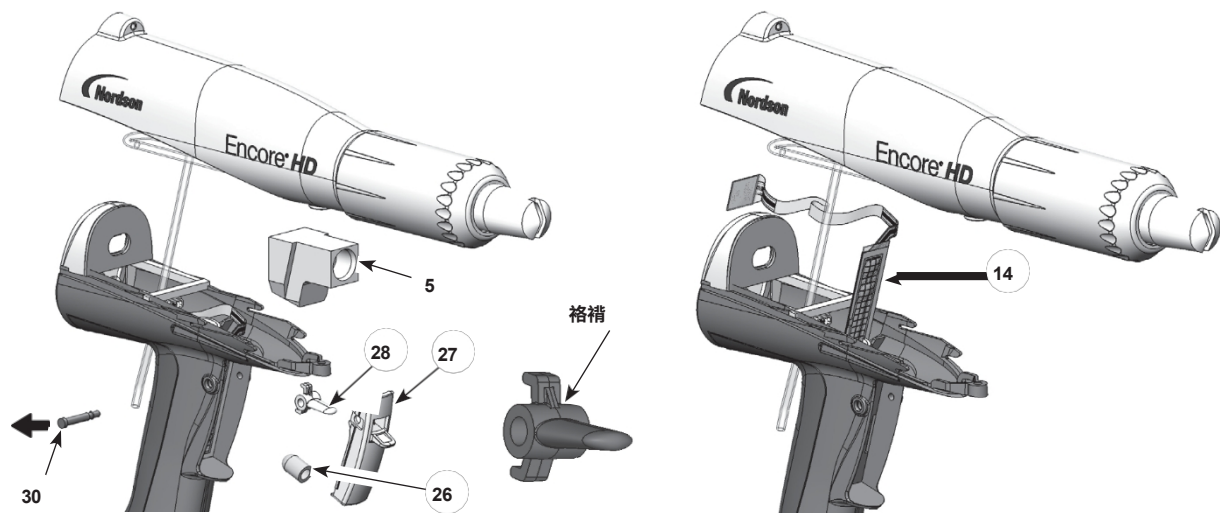

图 17 更换触发器 开关
1. 参见图 17。调整新开关 (14) 的方向，使网格面向喷枪的前部，然后小心地将开关的方形底端穿过手柄的槽。
4. 如图所示，将清洗扳机 (28) 安装到喷射扳机 (27) 中，夹板朝上。**不要将清洗扳机倒置安装。**
5. 将扳机置于手柄中并固定到位，同时将轴 (30) 穿过手柄和扳机，直到轴头与手柄齐平。安装正确后，轴将卡入到位。